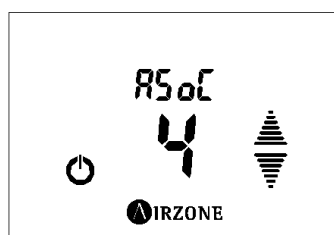

Fig. 72
- o **Asociar un módulo de zona secundario:** Si desea añadir un módulo de zona secundario más, seleccione **ASOC** y pulse el icono **AIRZONE** para acceder al menú de asociación (Fig.72). Si no le aparece esta opción significa que no hay salidas disponibles para asociar. El sistema muestra como módulos secundarios, los módulos configurados sin asociar a otra zona y sin termostato conectado, ya sea radio o cableado. Mediante las flechas **▲▼** indique el valor que desea asociar y pulse **AIRZONE** para confirmar. A continuación, el menú le mostrará el valor de la siguiente salida disponible. Si le muestra el valor **---** indica que no hay más salidas disponibles en el sistema. Si no desea asociar otra pulse sobre **⏻** para volver al menú anterior.